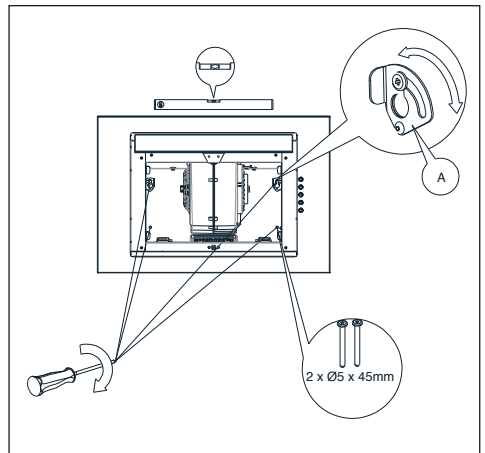

Abb. 8 Positionierung der Haube
5. Legen Sie die Wasserwaage auf das Haubengehäuse auf. Positionieren Sie die Haube - mit der Zuhilfenahme einer Wasserwaage - waagrecht, indem Sie dafür das mit A gekennzeichnete Element drehen. Ziehen Sie dann die zwei zuvor teilweise eingeschraubten Schrauben an und schrauben Sie dann die zwei verbleibenden Schrauben ein (Abb. 8).